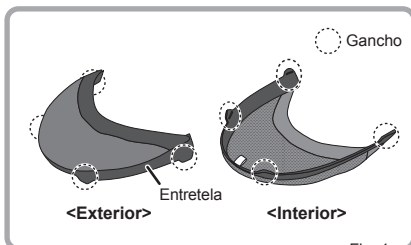

Fig. 1
1. Consultar a (Fig.1) para distinguir o exterior e o interior.